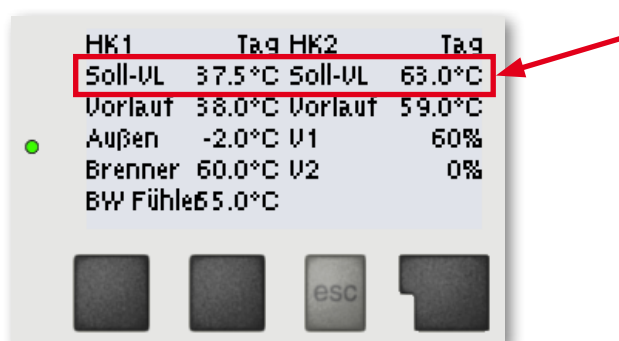

Abb. 7
Das Logic-System steuert den Kessel und seine externe Umwälzpumpe (wenn sie nicht im Kessel selbst vorhanden ist) auf der Grundlage des höchsten Wertes der berechneten Temperaturen für gemischten ① und ungemischten ② Kreis (Abb. 7).